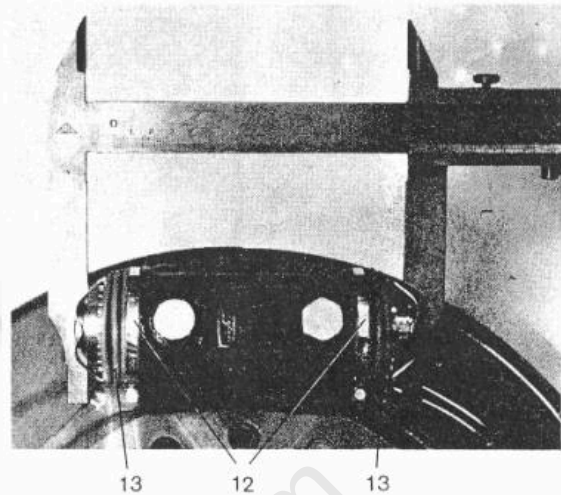

Bild 10
- Schlauchbinder (12 – Bild 10) lösen.
- Faltenbälge (13) erneuern.
- Über Nachstellschraube Einstellmaß (Bild 10) $174^{+0,5}$ einstellen:
- Nachstellschrauben (10) unter Druck soweit einschrauben, bis die Stirnverzahnung (7) zwischen dem Nachstellring (6) und der Nachstellmutter (8) hörbar aufeinander gleiten.
- Nachstellschrauben (10) **eine Umdrehung heraus-schrauben**, um sicherzustellen, daß die Nachstellschrauben (10) nicht am Anschlag sitzen.
- Nachstellschrauben (10) nach innen drücken.
- Abstand beider Nachstellschrauben (10) messen.
- Wird der Sollwert nicht erreicht, Nachstellschrauben (10) drehen bis der Sollwert erreicht ist.
- Schlauchbilder (12 – Bild 10) lösen.